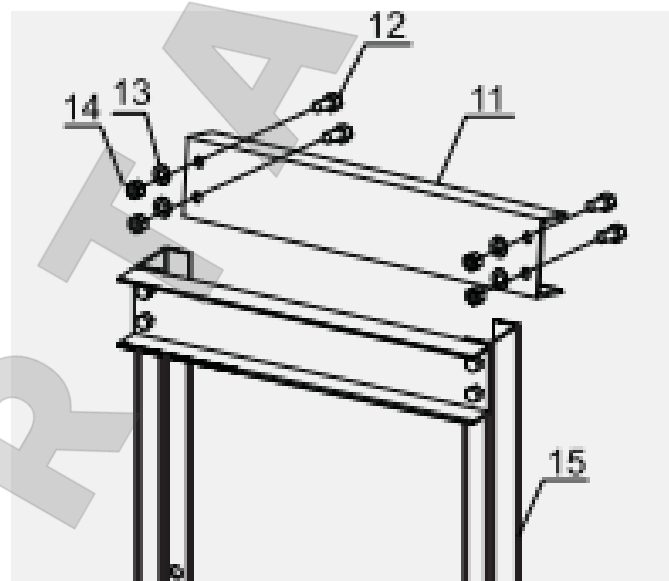

Рисунок 4,
4. Совместите отверстия второй верхней балки (11) с отверстиями в верхних частях опорных стоек (15), соедините их болтами (12) с шайбами (13) и гайками (14). См. Рисунок 4.